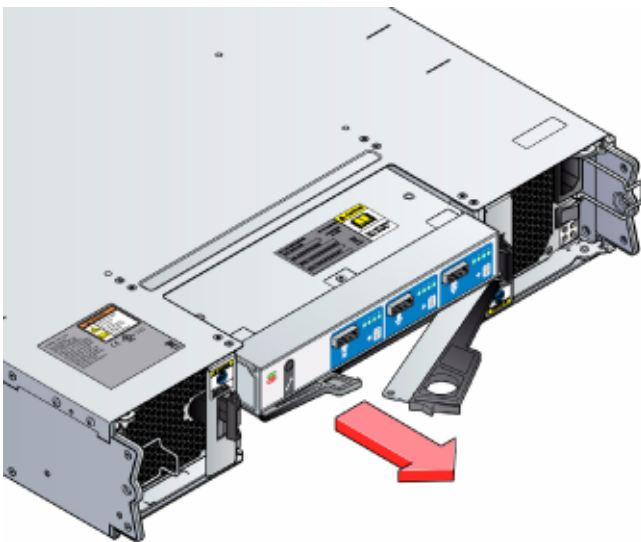

図3-20 ディスクI/Oモジュールの取り外し
3. ラッチをハンドルとして使用し、ディスクI/Oモジュールを取り外します。(図3-20参照)